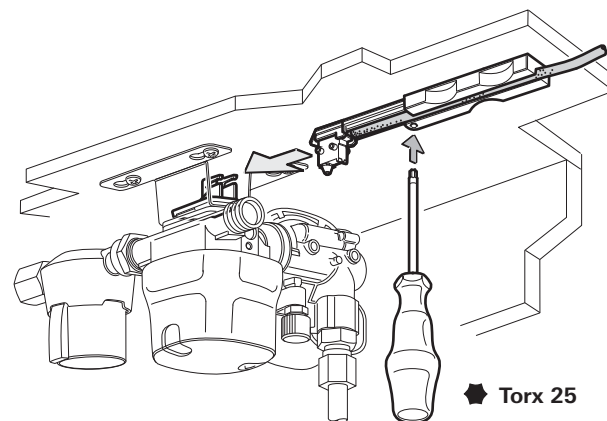

Afb. 4
- Schuif de geveer van de zijkant in de houder van de DuoControl CS (Afb. 4). De geveer moet voelbaar in de houder vastklikken.